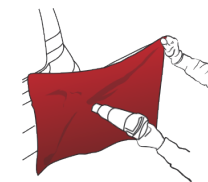
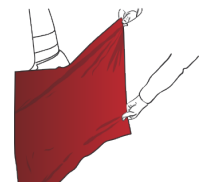
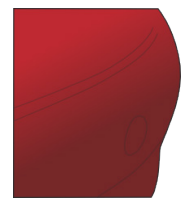

Figure 12
Figure 13
Figure 17
› Chauffer le film entre 40 °C et 50 °C (FIG. 12) (30 °C et 40 °C pour le HX45CA890B, HX45CA891B, HX45CA892B) puis le tendre de manière à envelopper complètement la surface convexe. (FIG. 13)
› La pose est terminée. (FIG. 17)
**!** Dans le cas des films SKINTAC HX45000 effets structurés (effet carbone), la chauffe du film tendu (FIG. 12) à (FIG. 17) doit être réalisée avec précaution. La position du pistolet thermique ne doit pas être perpendiculaire à la surface du film. Incliner le pistolet de telle sorte à chauffer une surface plus grande. Garder toujours le pistolet thermique en mouvement. Ne jamais chauffer de façon prolongée une surface réduite.